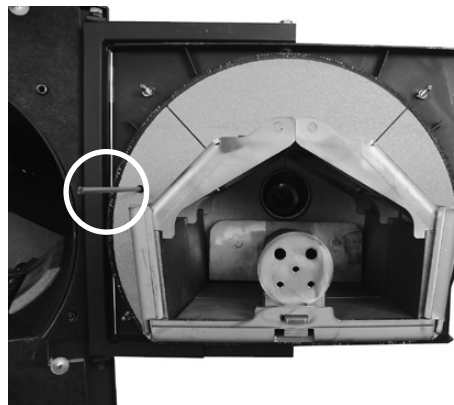

Fig. 19
10. **Aspirare con cura** i residui nel bruciatore - soprattutto nella zona posteriore (direttamente sotto la coclea alimentatrice); **non devono restare residui nei fori di ventilazione**. Aspirare il bruciatore anche in alto. Togliere la cenere dal sensore della camera di combustione (Fig. 19).